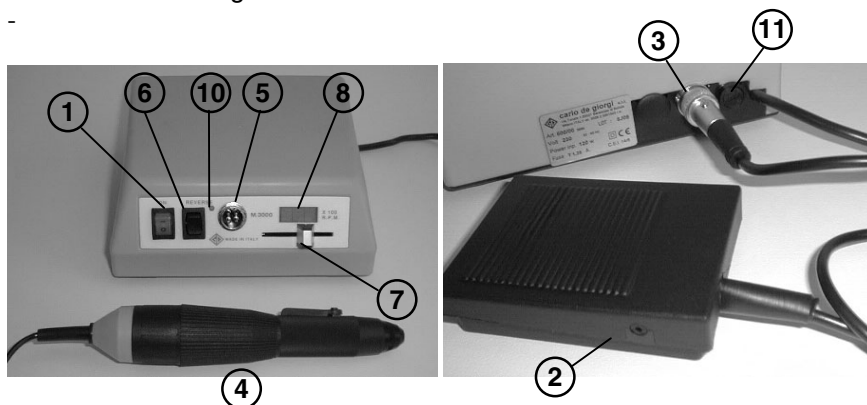
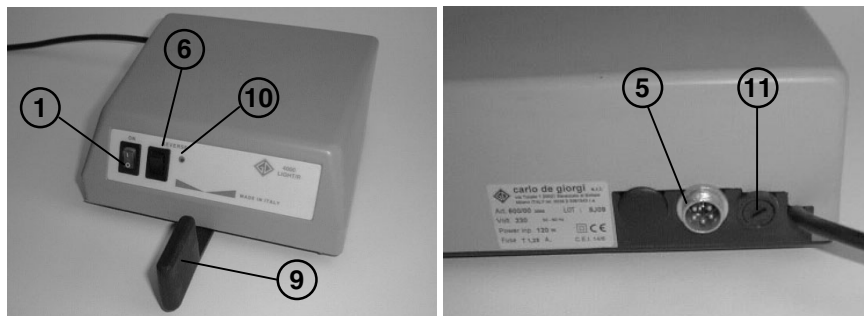

Fig. 1 (modelo de mesa)
Fig. 2 (modelo de suelo)
- el pedal (2) al conector (3) situado en la parte trasera del aparato (sólo modelos de mesa);
- el micromotor con mango incluido (4) al conector (5) situado en la parte frontal del aparato (parte trasera en el modelo de suelo - véase Fig. 2);
\* para los modelos de mesa tómesese como referencia Fig. 1 y para aquéllos de suelo Fig. 2\*